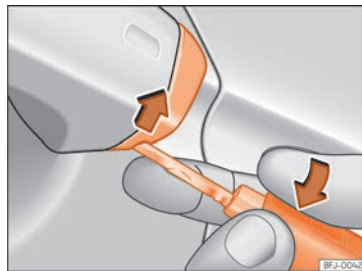

Fig. 77 Poignée de la porte du conducteur : détachez le cache en faisant levier.
- Introduisez le panneton dans l'ouverture inférieure du cache de la poignée de la porte du conducteur » fig. 77 et soulevez le cache.